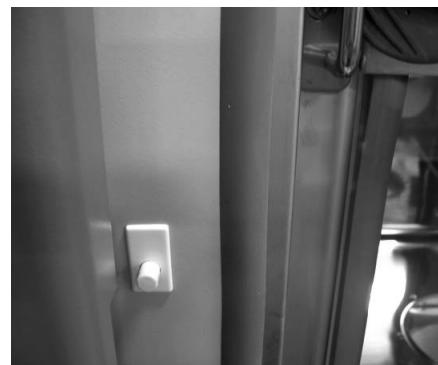

图 7-6. 门控开关
7. 打开培养箱的内外门。用胶带贴住仪器表面的门控开关（图 7-6）。这样做可以保持湿度喷雾器以运行 8 秒，间隔 2 秒的循环方式持续运行。